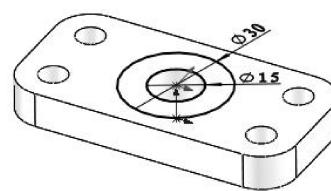

图 3-11 绘制两个同心圆
- 单击 按钮，绘制如图 3-11 所示的同心圆。单击 按钮，退出草绘环境。